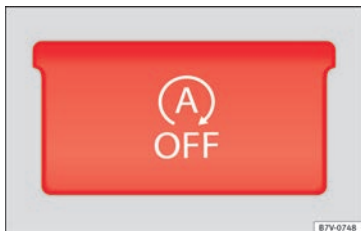

Fig. 207 Détail de la console centrale : touche pour le fonctionnement Start-Stop.
- Appuyez sur la touche  de la console centrale » » fig. 207.